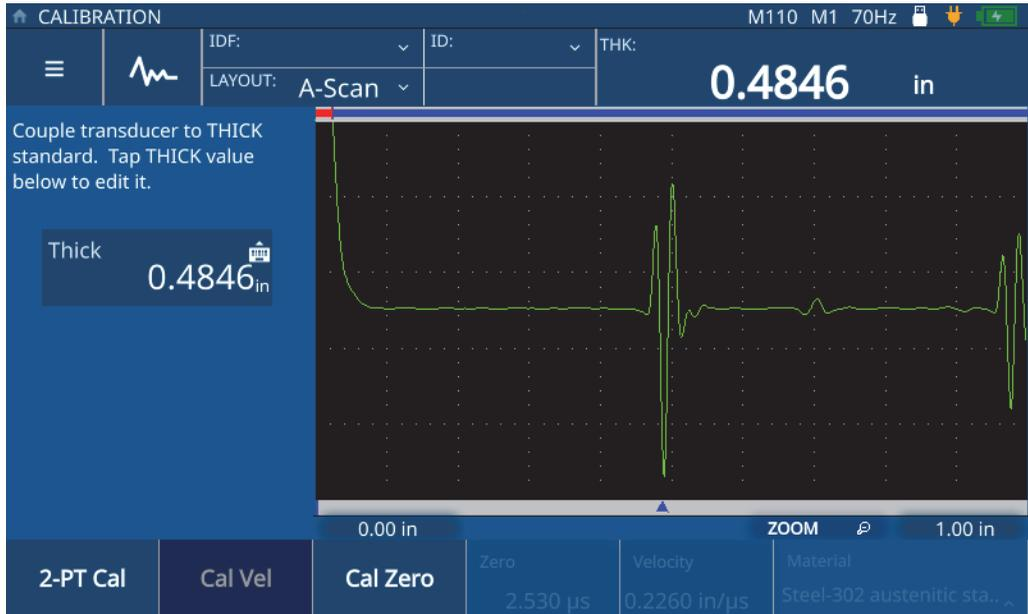

Figure 5-2 Étalonnage de la vitesse de propagation
4. Suivez les instructions d'étalonnage affichées à l'écran, et placez la sonde sur un échantillon dont l'épaisseur, connue, représente l'épaisseur maximale susceptible d'être rencontrée lors de votre inspection (Figure 5-2 à la page 49).